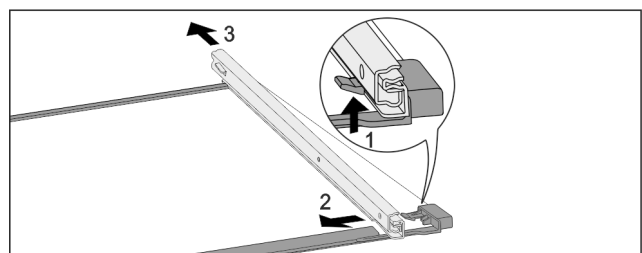

Fig. 157 Placa de sticlă cu șine
- ▶ Apăsăți în sus cârligul de blocare frontal. Fig. 157 (1)
- ▶ Îndepărtați șinele de extragere prin împingere în lateral Fig. 157 (2) și spre spate Fig. 157 (3).